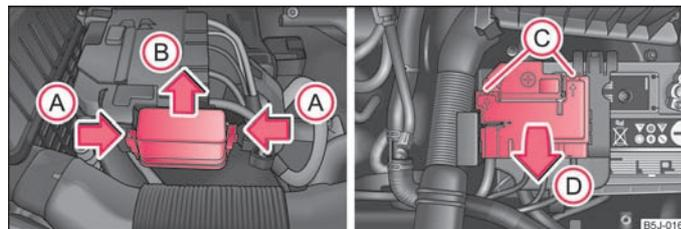

Abb. 148 Batterie: Sicherungsdeckel
- Drücken Sie die Verrastungen der Sicherungsabdeckung gleichzeitig in Pfeilrichtung (A) zusammen ⇒ Abb. 148, schieben Sie die Abdeckung in Pfeilrichtung (B) heraus.
- Entriegeln Sie mit einem flachen Schraubendreher die Halterungen in den Öffnungen (C) und klappen Sie die Abdeckung nach oben in Pfeilrichtung (D).